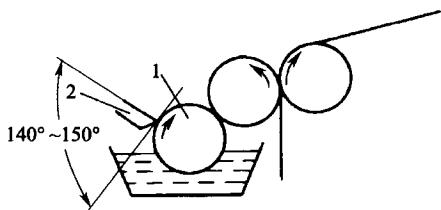

图 1-7 逆反向刮刀型输墨系统
③ 逆反向刮刀型输墨系统。如图 1-7 所示，该系统将刮刀 2 反角度安装，逆着网纹辊 1 旋转方向在网纹辊上刮墨。